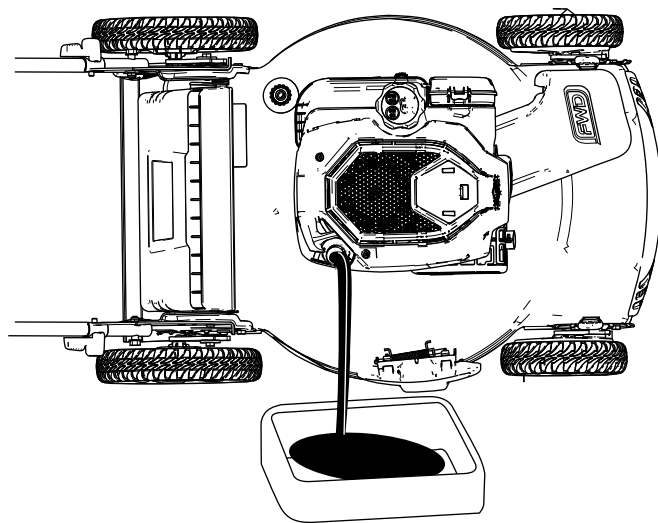

Рисунок 20
4. Для слива отработанного масла через маслозаливную горловину переверните машину набок (чтобы воздушный фильтр был сверху) (Рисунок 20).